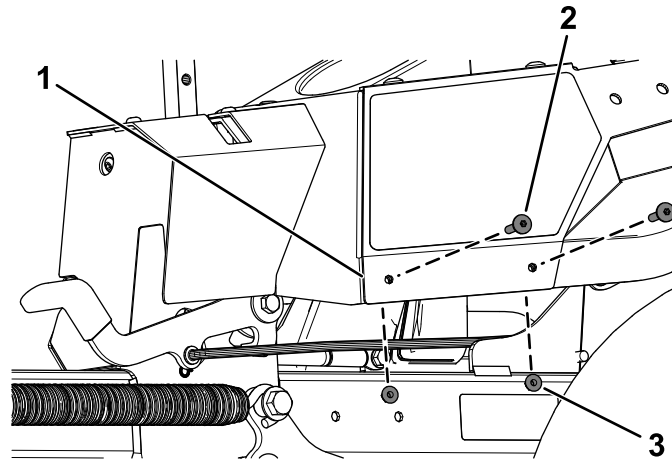

Figura 7
A. Retire los 2 tornillos con cabeza Torx ($\frac{1}{4}$ " x 1-5/16") y 2 contratuercas ($\frac{1}{4}$ ") del módulo izquierdo (Figura 7).